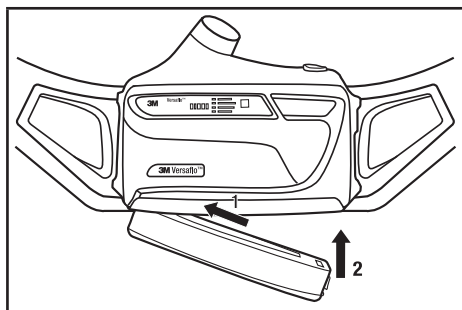

Fig. 10 – Installation de la pile
Pour installer le bloc-piles chargé, tenir l'ensemble respirateur de manière que le couvercle du filtre soit face à soi (Fig. 10).
- Accrocher l'extrémité de la charnière du bloc-piles au boîtier situé au bas du respirateur (Fig. 10, étape 1).
- Appuyer sur le bord à verrou du bloc-piles dans le souffleur à moteur, jusqu'à ce que le verrou s'enclenche et laisse entendre un déclic (Fig. 10, étape 2).